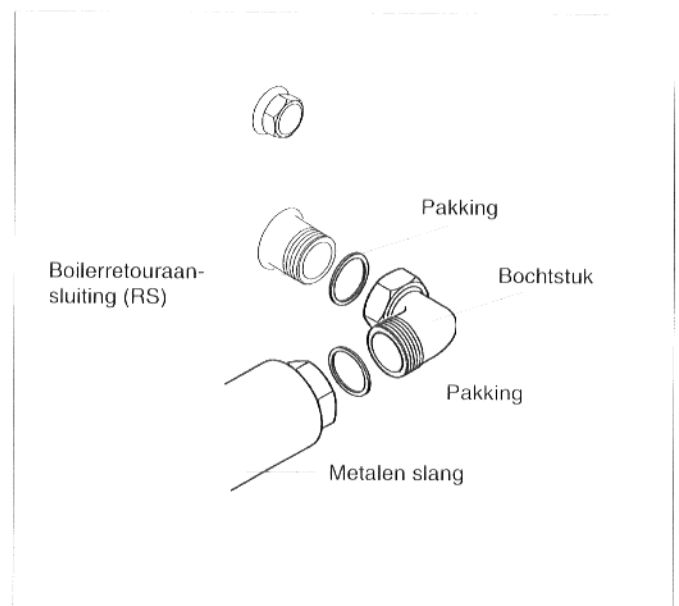

Afb. 4: Achteraanzicht voor montage
- De beschermkap van de ketelretour-/boilerretour-aansluiting van de ketel verwijderen (Afb. 4 en 5).
- Dop van het T-stuk (bij levering ketel) afschroeven, pakking in de koppelingsmoer van het T-stuk aanbrengen en T-stuk vastschroeven op de boilerretouraansluiting van de ketel (Afb. 4 en 5).
- Pakking in de koppelingsmoer van een bochtstuk leggen en bochtstuk aan T-stuk vastschroeven (Afb. 4 en 5).
- Pakking in de koppelingsmoer van een metalen slang aanbrengen. Metalen slang vormen en aan het bochtstuk vastschroeven (Afb. 4 en 5).
- Pakking in de koppelingsmoer van het bochtstuk aanbrengen en bochtstuk op de boilerretouraansluiting vastschroeven (Afb. 4 en 6).
- Pakking in de tweede koppelingsmoer van de metalen slang aanbrengen en metalen slang aan het bochtstuk vastschroeven (Afb. 4 en 6).